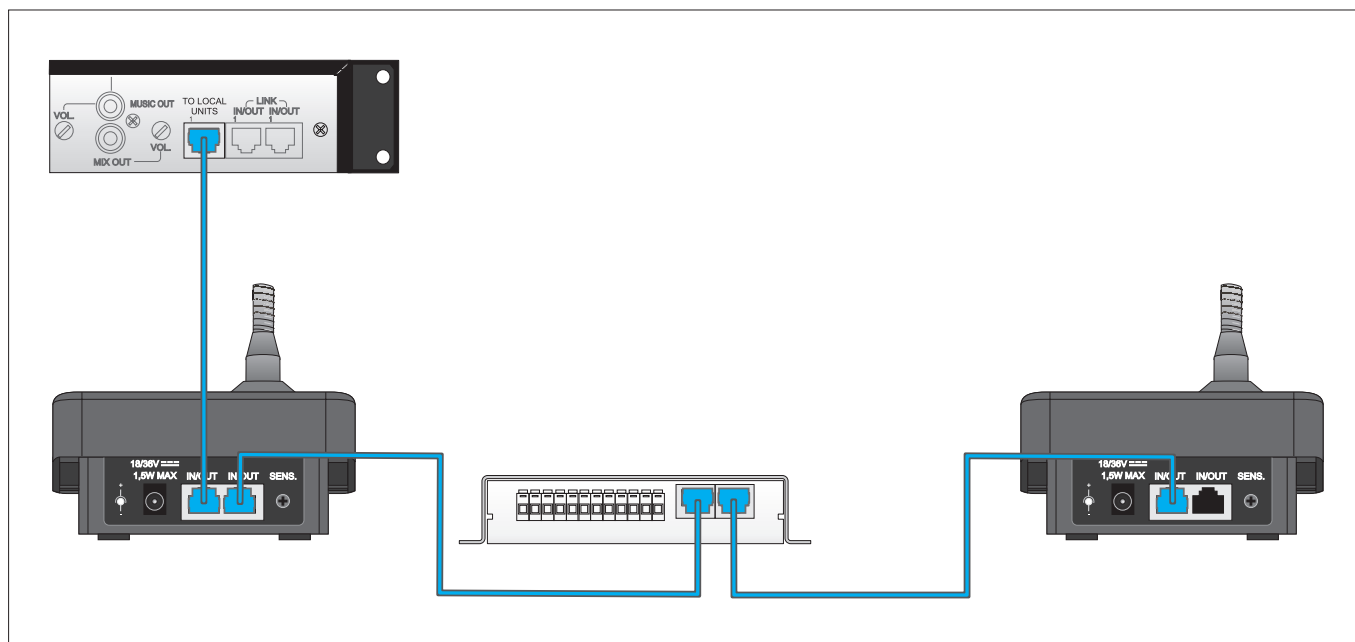

Fig. 5.3.2
Le postazioni microfoniche e le schede **ACIO8136** sono connesse tra loro in cascata con cavo **cat.5 SF/UTP** a partire dalla presa **LOCAL UNITS (19)** dello slave (vedi Fig. 5.3.2). In figura 5.3.1 ed in tabella sono riportati i segnali e la piedinatura dei connettori. Si sottolinea che la sequenza di collegamento è completamente svincolata dagli indirizzi delle postazioni e/o delle schede.